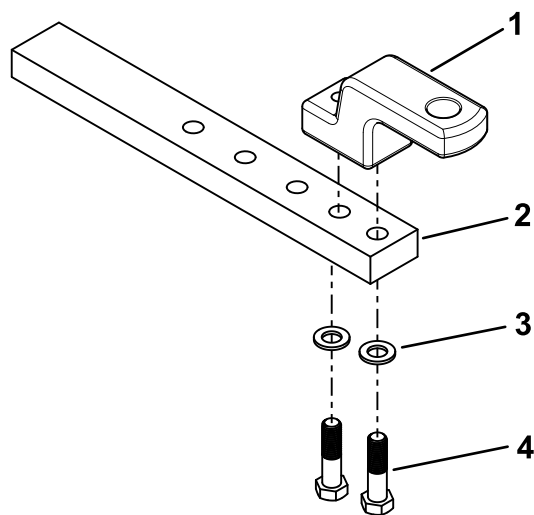

Рисунок 5
- Прикрепите тяговую скобу к буксировочной штанге с помощью двух винтов (M18) и двух шайб (Рисунок 5).